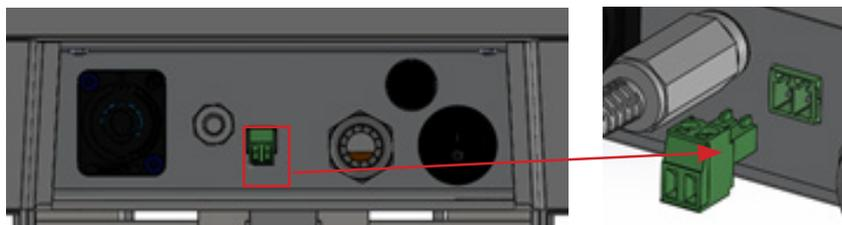

Figura 3
- Individuare nel quadro elettrico della copertura a tapparella automatica il contatto di fine corsa (un contatto a secco, senza alimentazione). Alcuni costruttori di coperture a tapparella si servono in particolare di questo contatto per controllare gli elettrolizzatori. Questo contatto deve essere del tipo Normalmente Aperto. (NA)
- Collegare, mediante un cavo, i morsetti del contatto a secco (NA) a due conduttori dal diametro sottile al terminale della scheda elettronica che si trova all'interno della scatola di controllo dell'elettrolizzatore come indicato in Figura 3 di seguito.